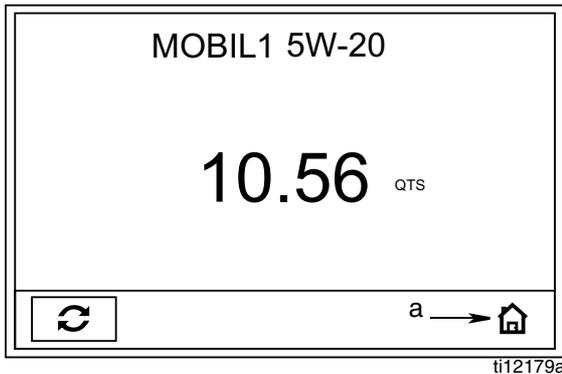

FIG. 9
2. Cuando se muestra una pantalla de modo de funcionamiento (como la que se ve en FIG. 9):